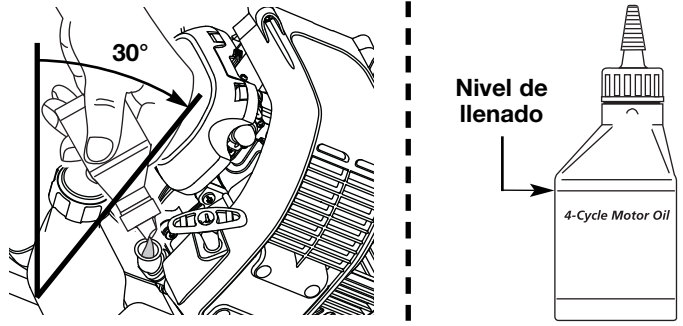

Fig. 22
4. Incline el unidad 30° (Fig. 22).
la botella (Fig. 22). Mida el nivel con la varilla de medición. Si el nivel está bajo, agregue una pequeña cantidad de aceite y vuelva a medir (Fig. 22). No lo llene demasiado.